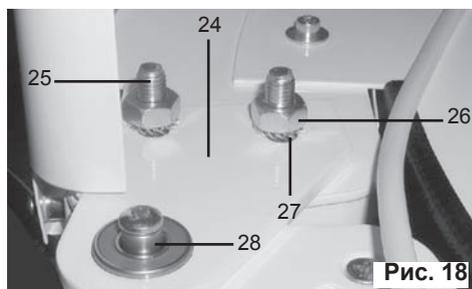

Рис. 18
Для того чтобы установить верхний вкладыш подшипника (Рис. 18), вам потребуются монтажная плита (24), которая изначально устанавливается в свободном положении с использованием двух болтов с резьбой (25), гаек (26) и контргаяк (27).
Теперь необходимо, чтобы монтажная плита (24) опустилась через верхний вкладыш подшипника, а затем необходимо плотно закрепить двумя гайками (26) (рис. 18).